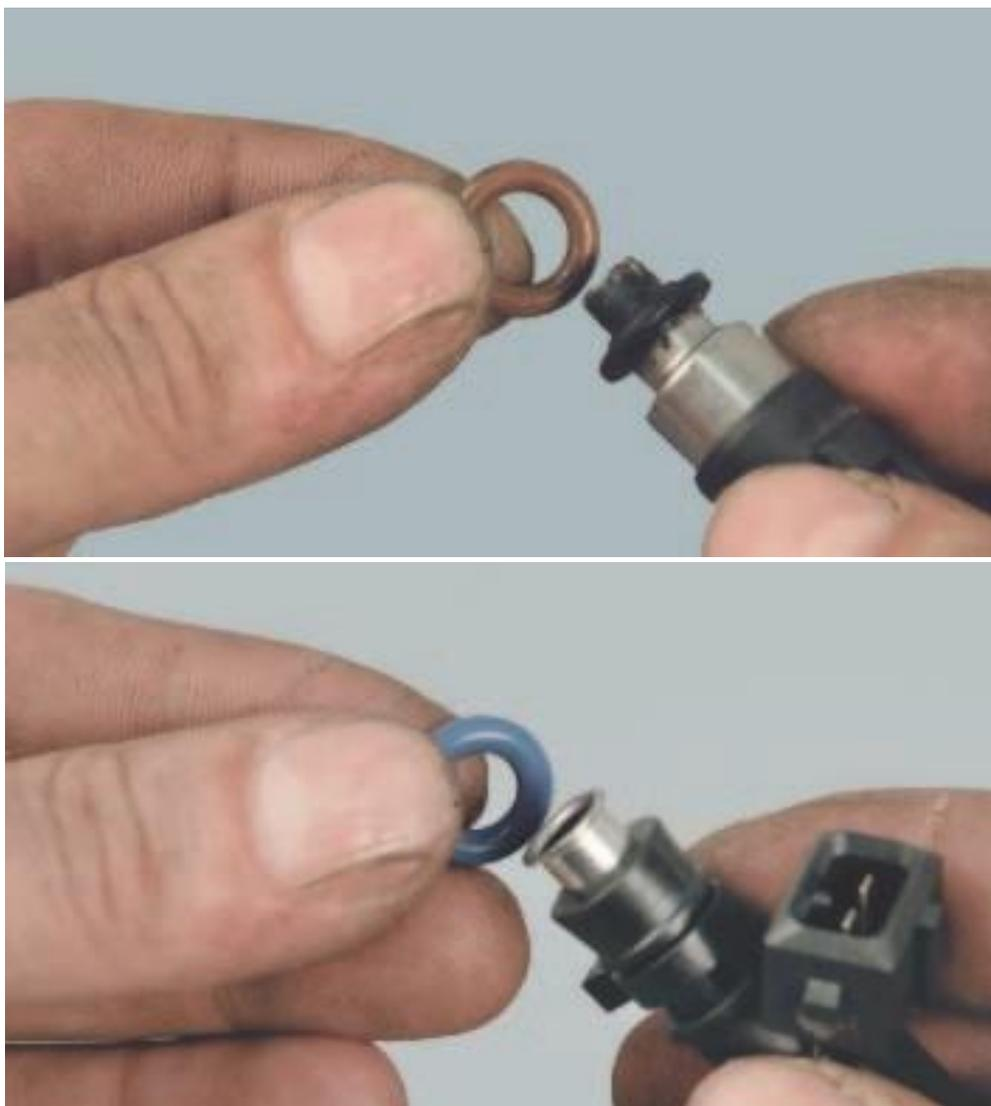

Рисунок 7 – Снятие уплотнительных колец
10. Для замены уплотнительных колец форсунок снимите их с распылителя и с корпуса форсунки. Установив новые кольца, смажьте их моторным маслом (см.рис.7).